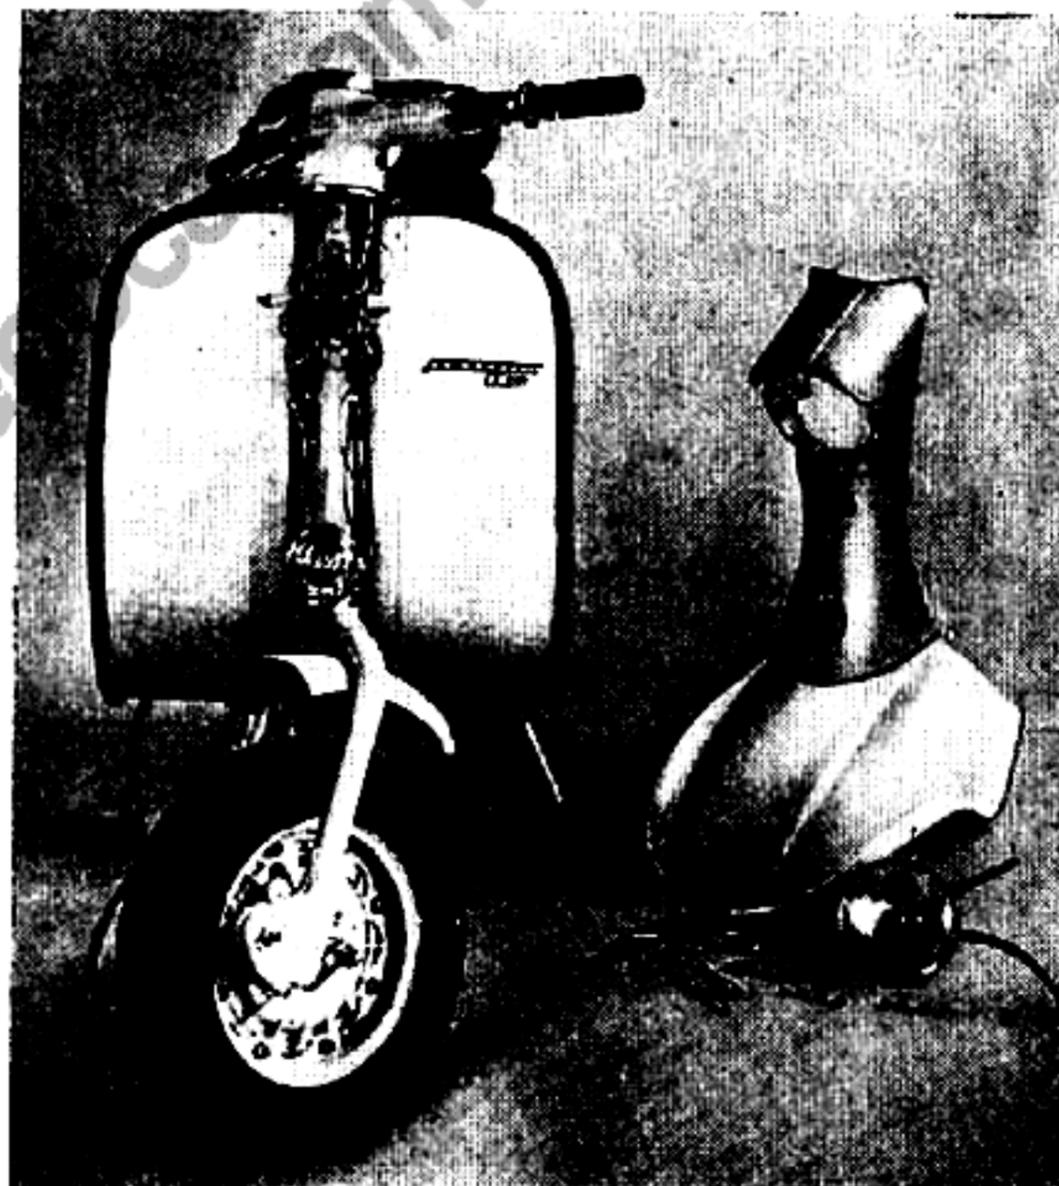

Fig. 31
**45** Smontare il frontale ed il parafrangente anteriore svitando le 2 viti di fissaggio del frontale al telaio nell'alloggiamento del faro (chiave da 10), le 4 viti di fissaggio del frontale allo scudo e le 2 viti di fissaggio del parafrangente alla pedana (chiave da 8). Vedi fig. 31.